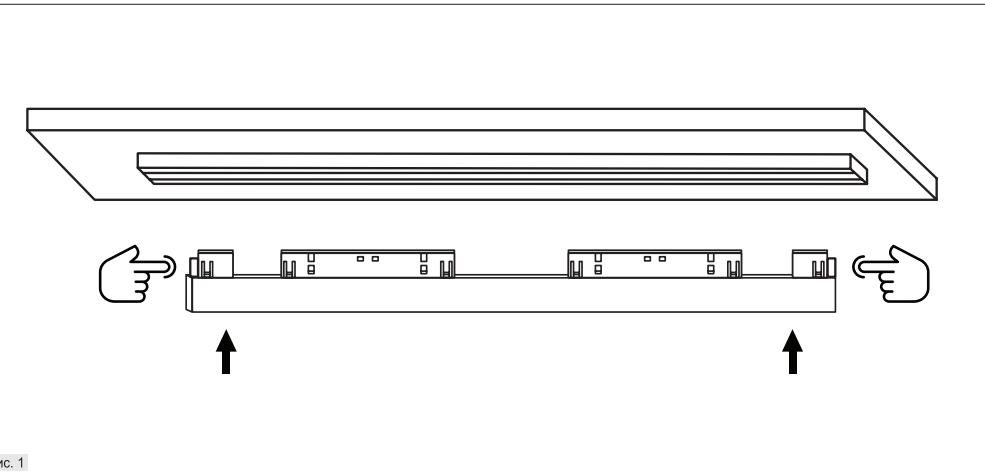

Рис. 1
1. Установите светильник в шинопровод при помощи адаптера, удостоверьтесь что светильник надежно установлен. (Рис. 1)